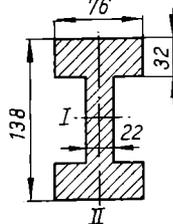

Bild 59
93. Eine Lokomotivschubstange hat den in Bild 59 skizzierten Querschnitt. **a)** Das Trägheitsmoment für Achse *I* ist zu berechnen. **b)** Um wieviel Prozent wüchse das Trägheitsmoment und um wieviel Prozent der Materialmehraufwand, wenn statt des I-Querschnitts der volle Rechteckquerschnitt 76 mm · 138 mm ausgeführt würde? Wie ist der Unterschied zwischen diesen beiden Prozentwerten zu erklären? **c)** Wie groß ist das Trägheitsmoment für Achse *II*? **d)** Wie groß sind die Widerstandsmomente für die Achsen *I* und *II*?